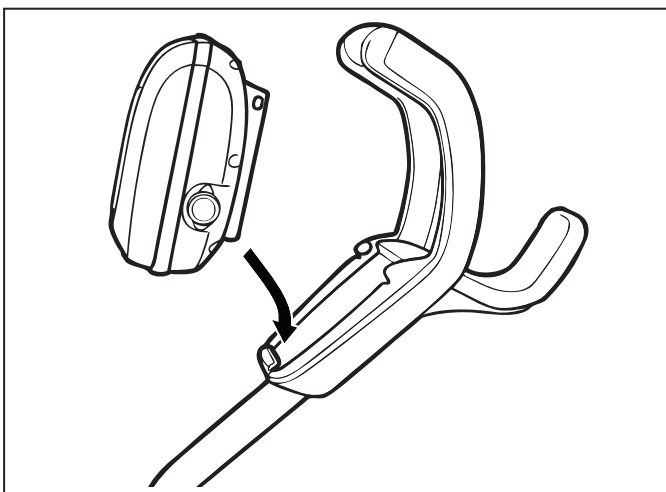

Figure 8. Aligner le boîtier de commande avec le crochet du chariot
1. Alignez le bas du boîtier de commande avec l'encoche située au bas du crochet du boîtier de commande sur le chariot (Figure 8).